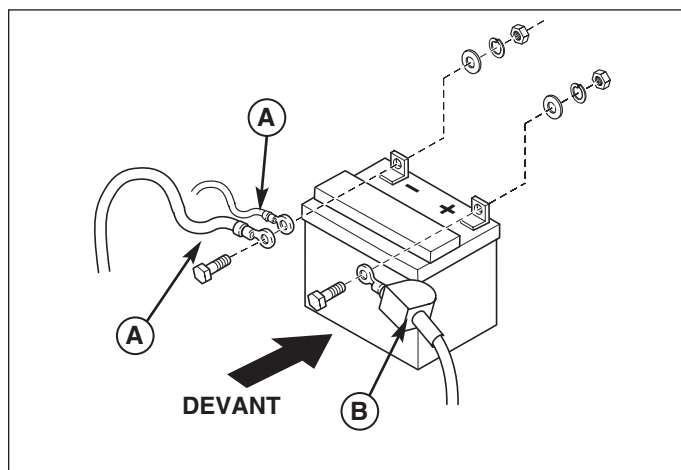

Figure 15. Batterie
1. Débrancher les câbles de la batterie, le négatif en premier (A, figure 15).
2. Retirer la bride de maintien de la batterie (C) et la batterie.
5. Remettre la batterie dans son compartiment et l'assujettir avec la bride (C).
6. Rebrancher les câbles de la batterie, positif en premier (B).